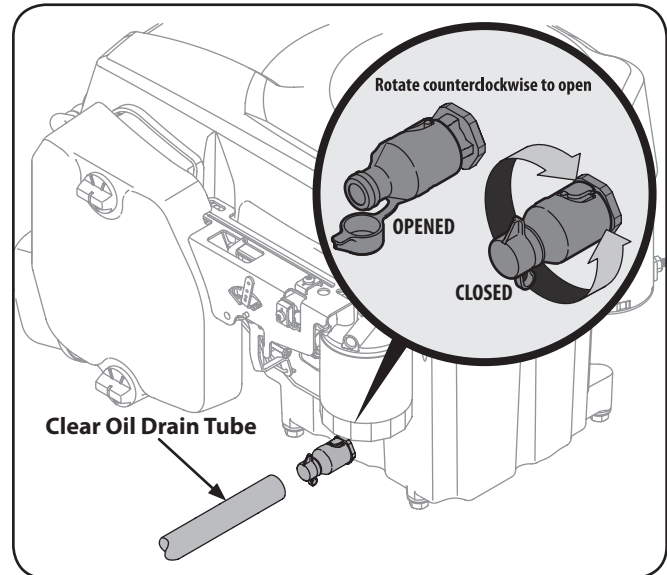
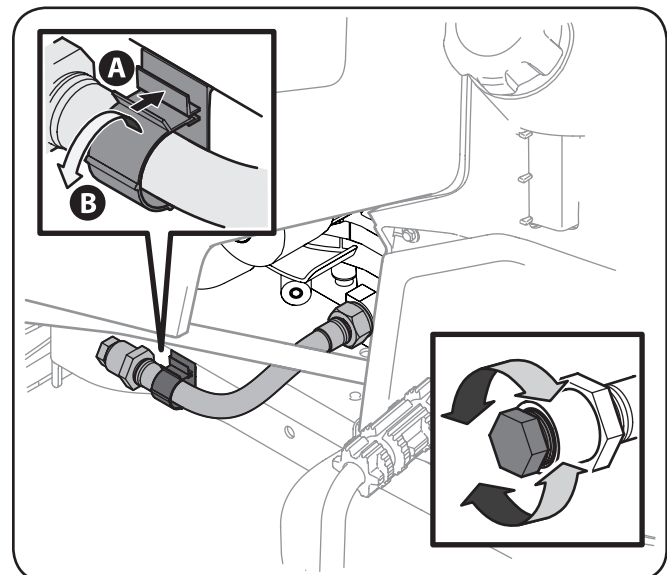

Figura 6-1
Figura 6-2
4. Su motor está equipado con un drenaje de aceite de giro y tracción (véase la Figura 6-1 y vaya al paso 5.) o un tapón de la manguera de drenaje de aceite extraíble (véase la Figura 6-2 y vaya al paso 6.) Siga el caso instrucciones para su tractor.
5. Torcer-y-tirar de drenaje de aceite (consulte la Figura 6-1):
6. Tapón de la manguera de drenaje de aceite extraíble (Ver Figura 6-2):
- a. Retire la manguera de drenaje de aceite de la pinza en el lado izquierdo del bastidor. En la figura 6-2.
- b. Retire el tapón de la manguera de drenaje de aceite desde el extremo de la manguera. En la figura 6-2. Escurrir el aceite de motor en el recipiente de recogida.